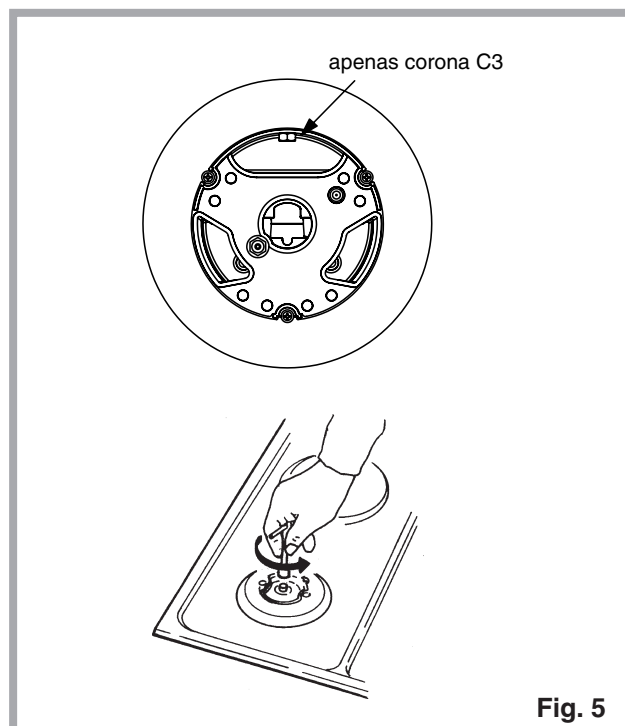

Fig. 5
### Adaptação a diversos tipos de gás (Fig. 5)
- substitua os bicos (Fig. 5) com outros próprios ao tipo de gás que utilizar (veja a tabela relativa às “Características das peças a utilizar”;